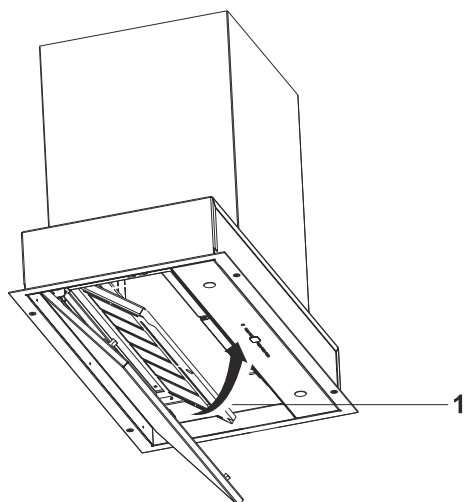

Fig. 8
3. ➔ Placér kulfilterpuden ind i metalpladen som er monteret i emhætten.(Fig. 8).